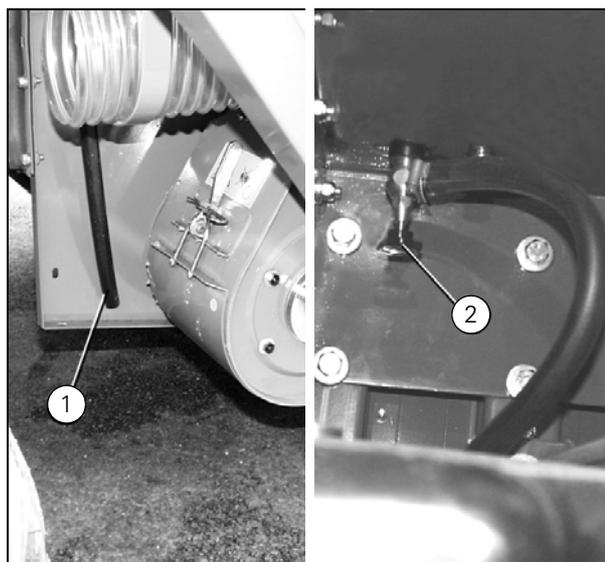

Рисунок 13
(Рис. 13)
Слить из бака гидравлического масла конденсат, для этого открыть пробку (2), как показано на (Рис. 13), затем долить в бак масло.